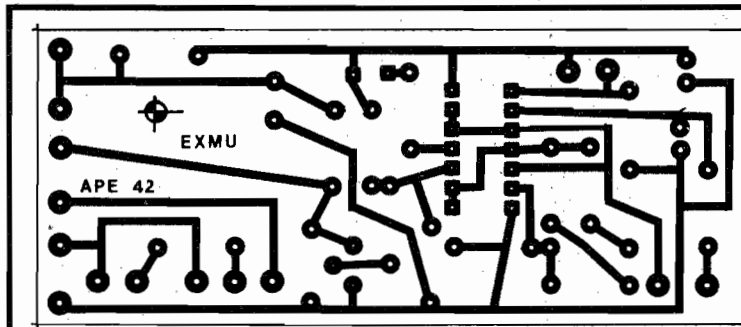
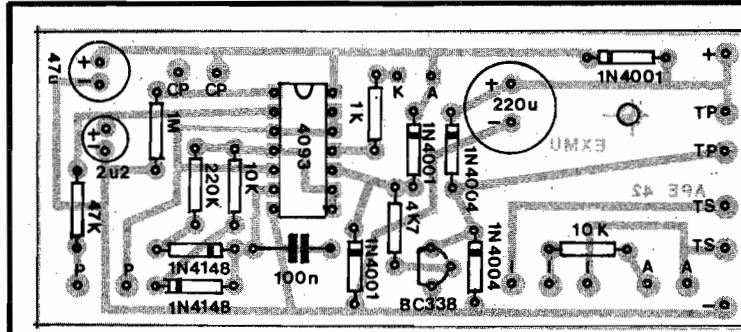

Fig.2
Fig.3
- FIG. 2 - CIRCUITO IMPRESSO ESPECÍFICO - O lay out, pequeno e descomplicado, é visto em tamanho natural na figura... É só copiar, cuidadosamente, para a devida confecção da placa... Quem optar pela aquisição em KIT (ver Anúncio, em outra parte da presente APE...) já receberá a plaquinha pronta, inclusive com a demarcação do "chapeado" (fig. 3) em silk screen, o que facilita enormemente a montagem...). De qualquer modo, seja a placa "feita em casa", seja obtida com o KIT, convém verificá-la e conferi-la com bastante atenção, antes de começar as soldagens. Qualquer pequeno defeito é facilmente corrigível nessa fase (depois das peças soldadas, fica complicado...).
- FIG. 3 - CHAPEADO DA MONTAGEM - Os componentes, suas aparências estilizadas (ou símbolos convenientes...), códigos, valores, polaridades, etc., tudo demarcadinho com clareza, sobre o lado não cobreado da placa... Ao principiante, basta guiar-se pelo desenho, inserindo cada componente com atenção e cuidado. Em dúvida, basta recorrer ao TABELÃO APE. Quanto às soldagens, as INSTRUÇÕES
- FIG. 4 - CONEXÕES EXTERNAS À PLACA - Tão importantes quanto a ligação/soldagem das peças sobre a placa (fig. 3), são as conexões periféricas, detalhadas na figura. Notem que o Circuito Impresso continua "olhado" pela face não cobreada, estando todas as ilhas periféricas devidamente codificadas (comparar com a figura anterior). Atenção aos seguintes pontos: